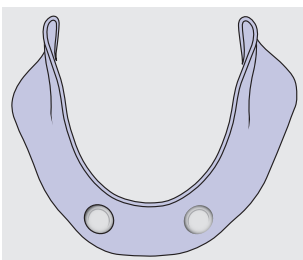

Fig. 5
- (Fig. 5): Es kann ein individueller Löffel oder eine Standardlöffel zur Abdrucknahme verwendet werden. Der Bereich um das Abutment muss mit 2 mm entlastet werden.